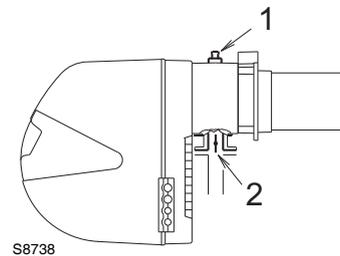

Abb. 38
Gasdruck gemessen an Anschluss 1)(Abb. 38), mit:
Strömungsverlust Gasdrossel 2)(Abb. 38) bei maximaler Öffnung: 90°.
- vom Gasdruck an der Entnahmestelle 1)(Abb. 38) den Druck in der Brennkammer abziehen.
(Abb. 38) = 11,3 mbar
Zur Ermittlung des für den an der Entnahmestelle 1)(Abb. 38) erforderlichen Gasdrucks, nachdem die gewünschte Leistung des Brenners festgelegt wurde:
- Rechts, in Spalte 1, den Druck an der Entnahmestelle 1)(Abb. 38) ablesen.
- erforderlicher Druck an der Entnahmestelle 1)(Abb. 38).